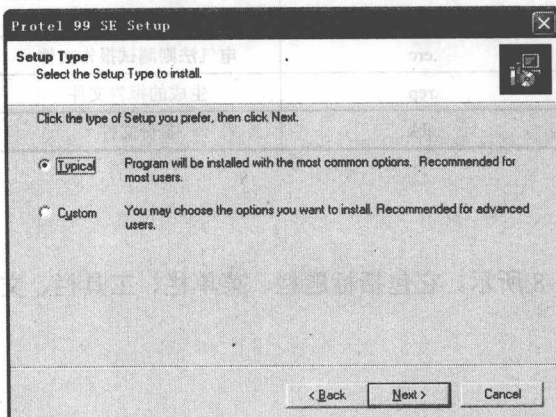

图 1-5 选择安装模式
(5) 选择好安装路径后单击【Next】按钮，进入选择安装模式对话框，如图 1-5 所示，一般选择典型安装(Typical)模式，如有其他要求可选择自定义安装(Custom)模式。选择(Typical)模式后单击【Next】按钮继续下一步操作。